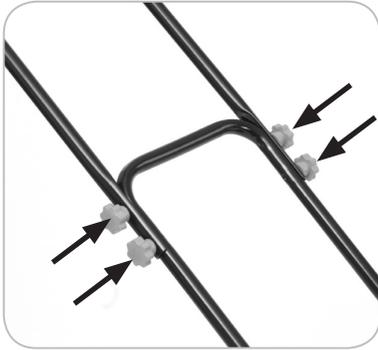

Fig. 1
- Deslice con cuidado el mango de extensión sobre el mango operativo principal y alinee los cuatro (4) orificios en el mango de extensión con las cuatro (4) tuercas prisioneras en el mango principal.
- Introduzca los cuatro (4) tornillos de mariposa de  $\varnothing 10$  mm a través de los orificios del mango de extensión y dentro de las tuercas prisioneras. **(Fig. 1)**
- Apriete los cuatro (4) tornillos de mariposa de forma segura.